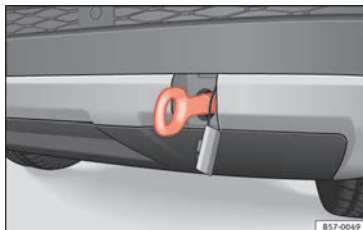

Fig. 101 Sul lato destro del paraurti posteriore: occhiello di traino avvitato.
- Avvitare l'occhiello di traino nell'alloggiamento, ruotandolo fino in fondo **in senso antiorario** » **fig. 101** » **❶**. Utilizzare un oggetto idoneo per avvitare completamente e saldamente l'occhiello di traino nel suo alloggiamento.
❶ ATTENZIONE